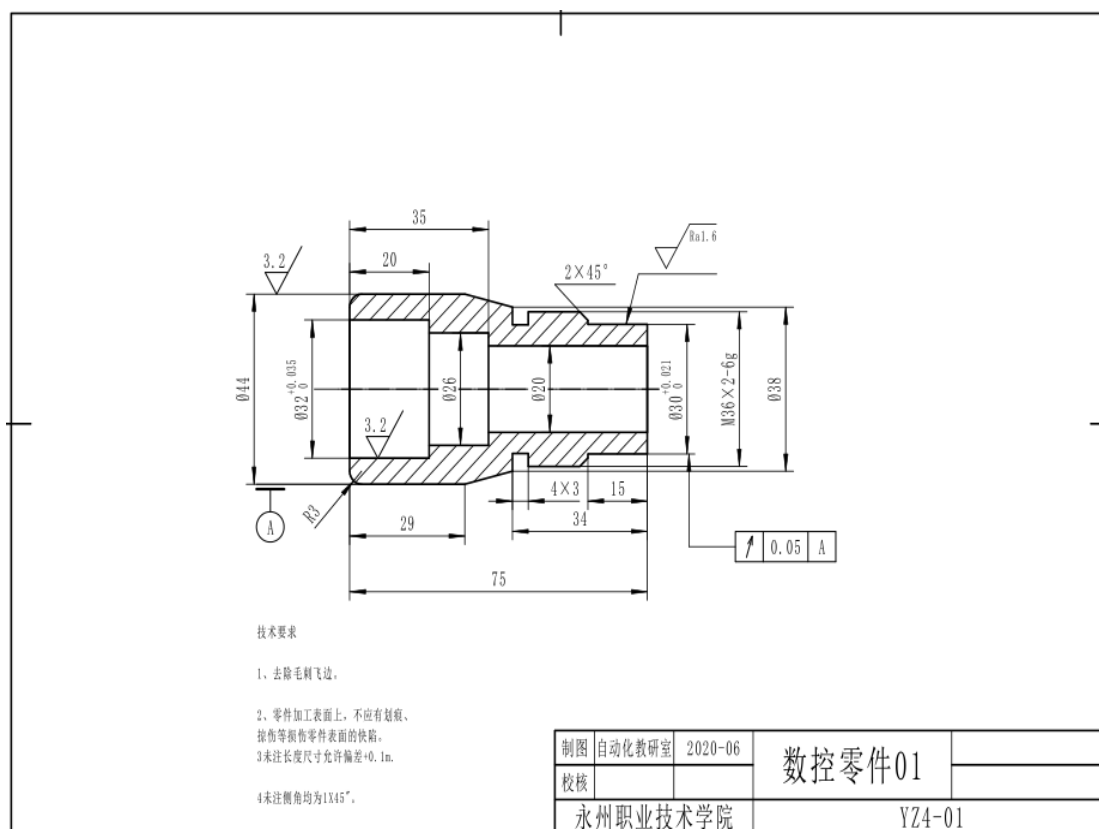

图 4-1 数控车零件 01
**任务 1：**要求学生能按照相应的生产流程和作业标准完成图 4-1 零件的工艺编制，并满足零件图的质量要求，能正确填写相关工艺文件。
**任务 2：**要求学生按照相应的生产流程和作业标准完成图 4-1 零件的加工，并满足零件图的质量要求。毛坯尺寸： $\phi 50 \times 80$  (单位 mm)，材料：2A12 棒材，毛坯要求预钻  $\phi 20$  的通孔。